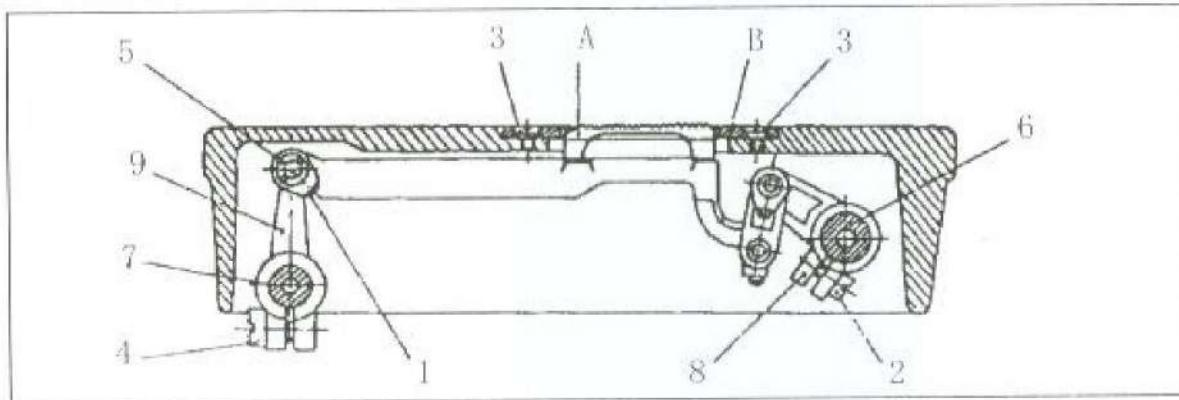

图17
25. 送布牙高度调整：(图17)
26. 送布牙倾角的调整：(图17)